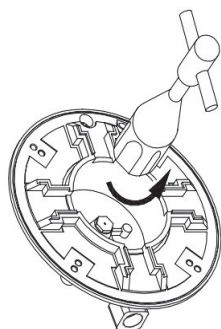

Рис.1
- При помощи торцевого ключа на 7 мм открутите форсунки конфорок и замените их на подходящие форсунки (входят в комплект) (рис. 1).